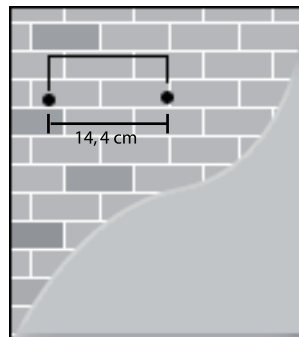

Figura 1
Paso 3. Marque 2 puntos en la pared donde colocará el Regulador **COMPLET** a una distancia de 14,4 cm entre ellos. Con ayuda de un taladro y una broca para concreto de 1/4" (0,635 cm), perforo cada una de las marcas (Vea Figura 1).*